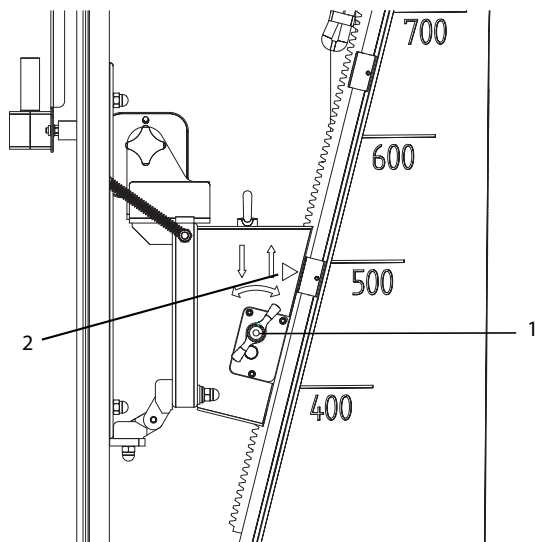

Fig. 9: 上に移動します
- 縦のロックを下には動かします、つまり左に回します。図 9 を参照。